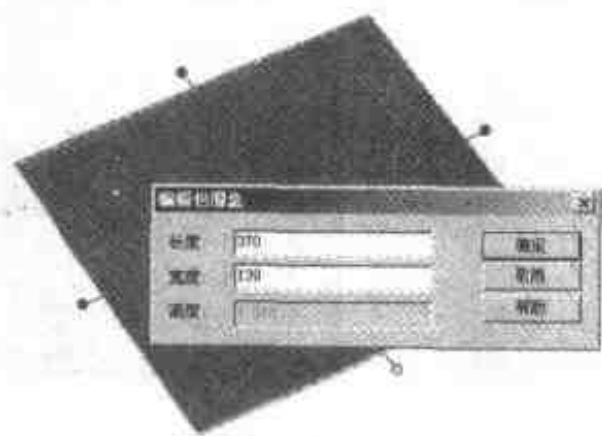

图 4.111 编辑包围盒
- (2) 从【钣金】设计元素库将【板料】拖放到设计环境中，并设定好包围盒参数，如图 4.111 所示。